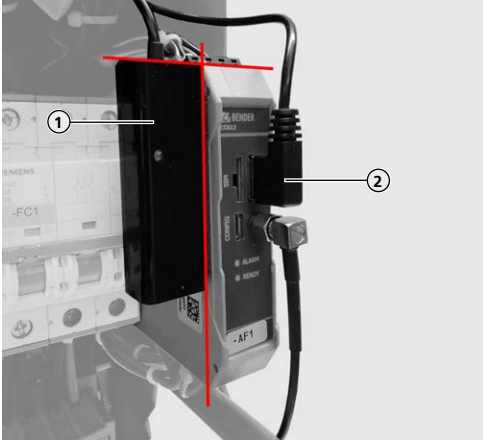

Fig. 4: Pegue el adaptador Ethernet USB al ras en la ECU
- Pegue **al ras** el adaptador Ethernet USB (1) en la ECU (véase Fig. 4).
- Inserte el conector USB (2) del adaptador Ethernet USB en la ECU.